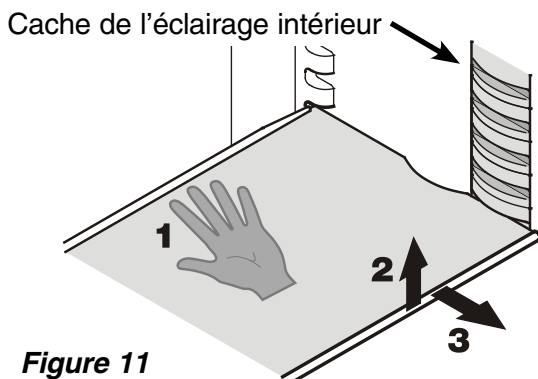

Figure 11
## Repositionner les étagères - Figure 11
- Retirer les étagères en verre comme à la **Figure 11**.